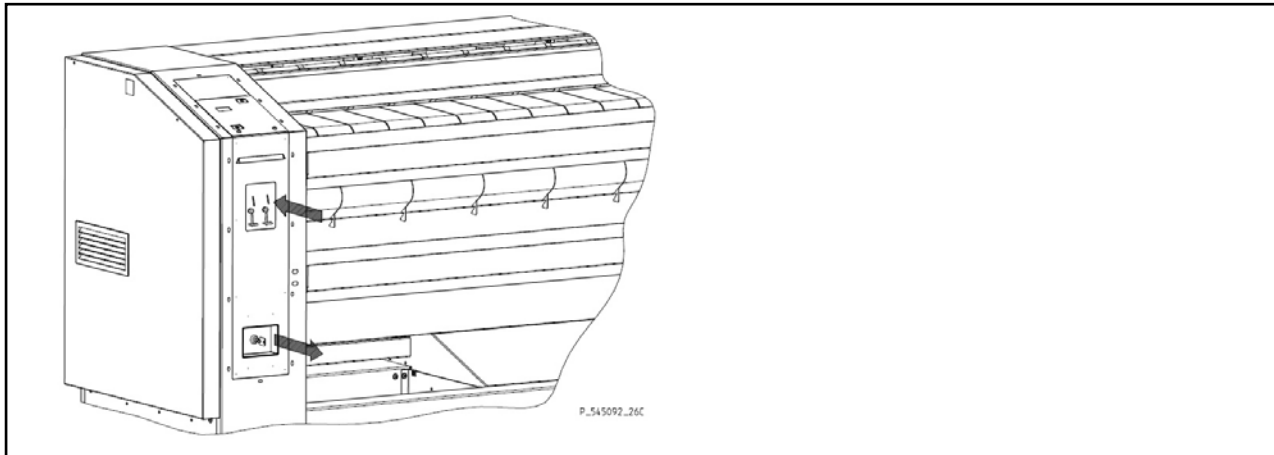

Figura 5.2.3.
- Figura 5.2.3. – versione della macchina munita di gettoniera
- Introduzione delle monete / gettoni è effettuata tramite la gettoniera – vedi la freccia superiore in figura 5.2.3.
- Per l'estrazione delle monete / gettoni è utilizzato contenitore a blocco ed estraibile – vedi la freccia in basso della figura 5.2.3.